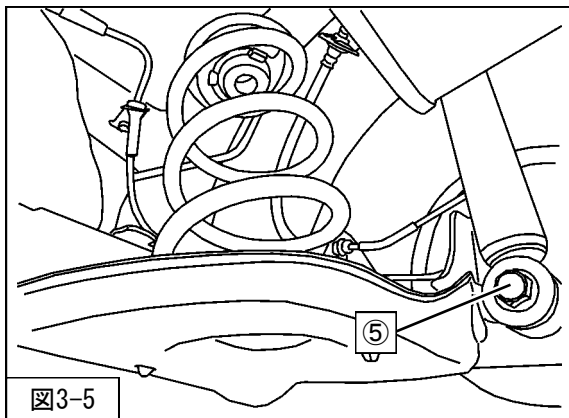

図3-5
6. ⑤リアショックアブソーバASSYロア取付ボルトを取外してください。(図3-5)
8. アクスルビームを支えているジャッキをゆっくり下げながら、スプリング・アッパーラバーシートを車両から取外してください。(図3-5)